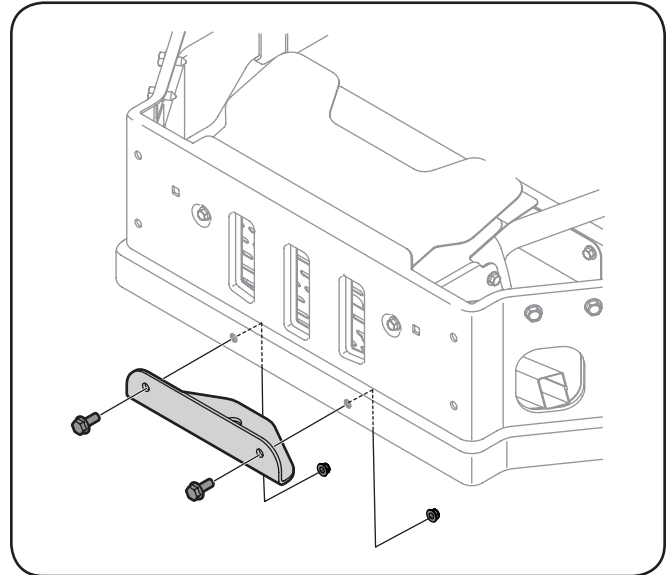

Figure 3-10
1. Retirez les boulons et les écrous autobloquants qui fixent l'attache de remorque au pare-chocs. Voir Figure 3-10.